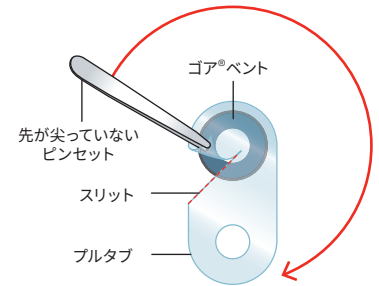

図8: スリット付きのプルタブ
- プルタブにスリットがある場合は、スリットの部分でプルタブを剥がし、そのまま円を描くようにして残りの部分を剥がします(図8)。